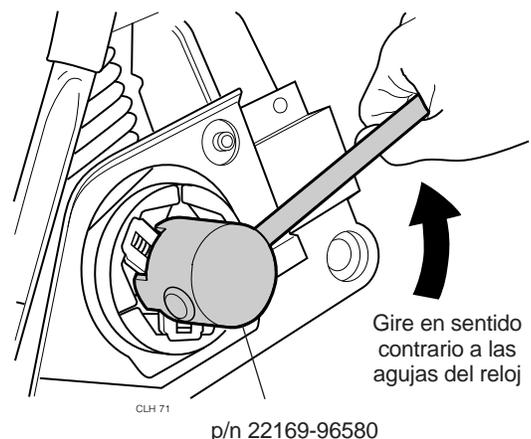

Figura 6.26 Ajuste de Maza del embrague en el cigüeñal
Paso 4. En orden inverso al desmontaje, use la herramienta adecuada Pza N° 22169-96580 para ajustar firmemente la maza del embrague al cigüeñal. (Figura 6.26)